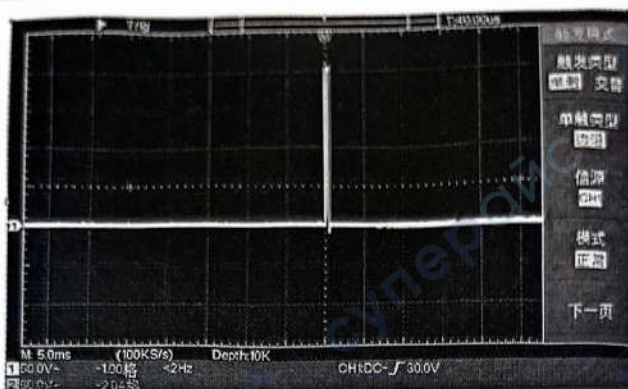

图 6-3: 捕捉单次信号
- (2) 调整垂直档位和水平档位旋钮，为观察的信号建立合适的垂直与水平范围。
- (3) 按采样按键，右侧显示采样菜单。
- (4) 在右侧菜单中，选择采集模式为峰值检测。
- (5) 按触发菜单按键，右侧显示触发菜单。
- (6) 在右侧菜单中，选择触发类型为单触。
- (7) 在右侧菜单中，选择单触类型为边沿。
- (8) 在右侧菜单中，选择信源为 CH1。
- (9) 在右侧菜单中按下一页，选择耦合为直流。
- (10) 在右侧菜单中，选择斜率为 （上升）。
- (11) 旋转触发电平旋钮，调整触发电平到被测信号的中值。
- (12) 若屏幕上方触发状态指示没有显示 Ready，则按下 Run/Stop（运行/停止）按键，启动获取。等待符合触发条件的信号出现。如果有某一信号达到设定的触发电平，即采样一次，显示在屏幕上。利用此功能可以轻易捕捉到偶然发生的事件，例如幅度较大的突发性毛刺：将触发电平设置到刚刚高于正常信号电平，按 Run/Stop（运行/停止）按键开始等待，则当毛刺生时，机器自动触发并把触发前后一段时间的波形记录下来。通过旋转面板上水平控制区域的水平位移旋钮，改变触发位置的水平位移可以得到不同长度的负延迟触发，便于观察毛刺发生之前的波形。见图 6-3。